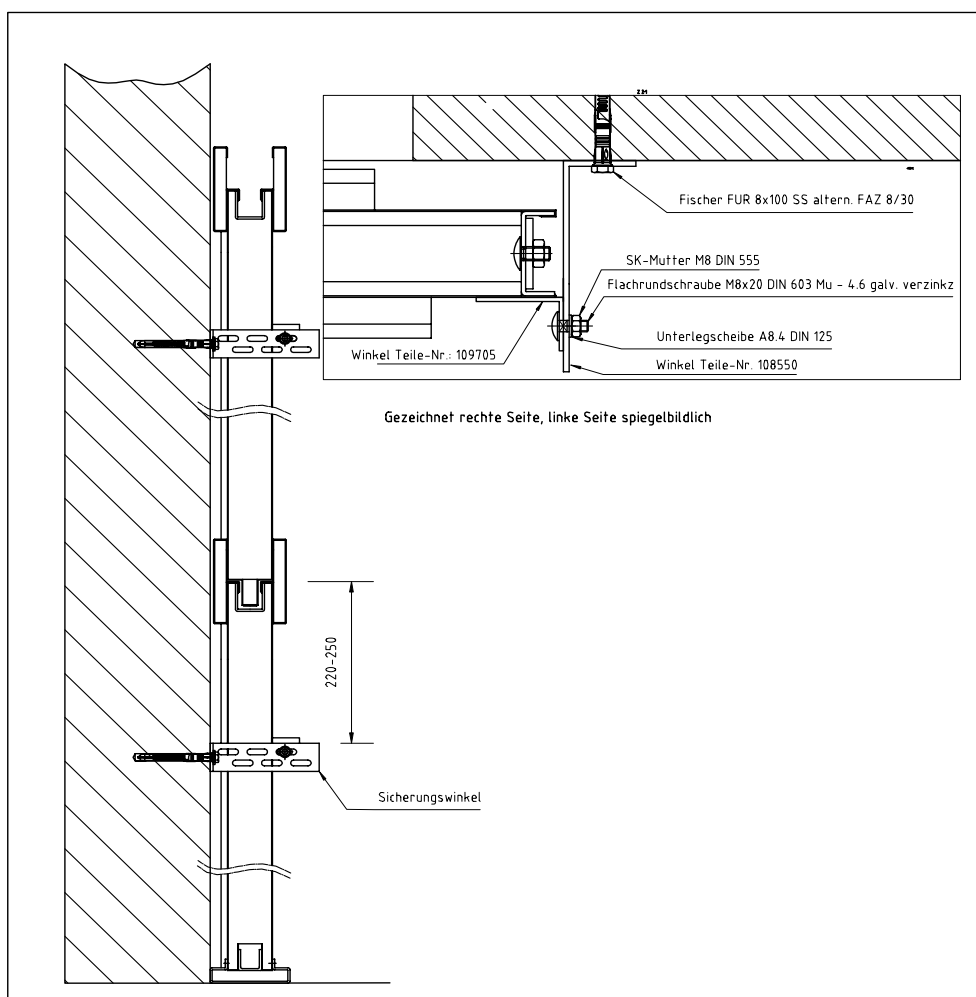

Abb.7
Im unteren und den mittleren Torelementen sind hierzu seitlich Bohrungen angebracht, in denen die im Zubehör beigelieferten Karabinerhaken zum Anheben der Elemente mit einem Seil oder Kette eingehängt werden können. Jedes einzelne Element ist mit Sicherungswinkel (Abb.7) gegen Umfallen zu sichern. Erst dann darf das Element aus dem Lasthebemittel ausgehängt werden. Die Karabinerhaken sind danach zu entfernen. Das oberste Element kann mit einer Trageilschleufe am Haltebolzen eingehakt werden.
- **Torelement gegen Umfallen sichern!** Dazu beiliegende Torblattsicherungen gem. Abb.7 montieren und mittels Kunststoffdübel $\varnothing 10 \times 135$ F SS an die Wand dübeln. Maßangaben der Abb.7 beachten, da sonst eine Montage der Elementverbinder nicht möglich ist!
- Während der Montage sind die einzelnen Torelemente und Bauteile über den gesamten Montagezeitraum unbedingt mit den im Zubehör beigelieferten Sicherungswinkeln gegen Umfallen und Herabstürzen zu sichern, Abb.7.